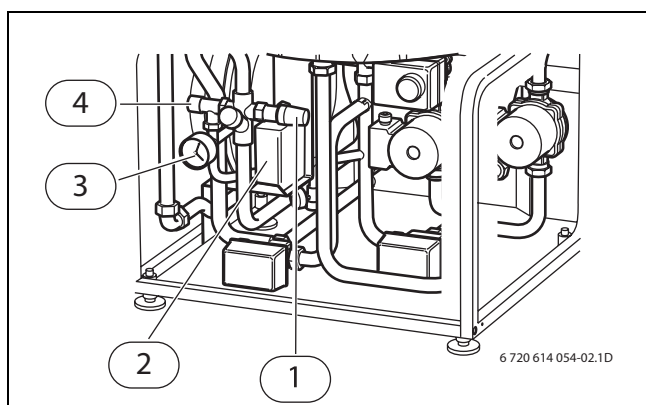

Fig. 2 Åbent rum til tilslutninger
- ▶ Hvis trykket ligger under 1,0 bar, skal der fyldes vand på, til trykket er på ca. 1,5 bar. Ventilen til påfyldning af vand sidder i det åbne rum til tilslutninger (→ fig. 2, [4], side 6).